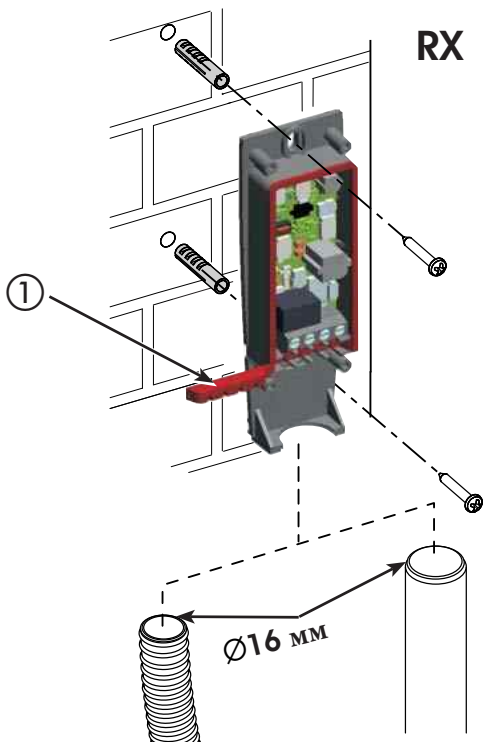

Рис. 3
- На стену с внешней подводкой кабеля (Рис. 3).